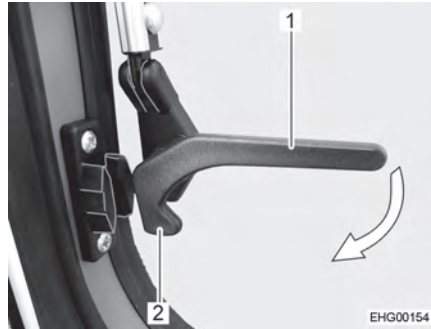

Bild 41 Låsarm, i sidan (i läget "öppet")
- Sväng låsarmarna i sidorna (Bild 41,1) en kvarts varv mot fönsterkarmen tills låsspaken (Bild 41,2) hakar fast.